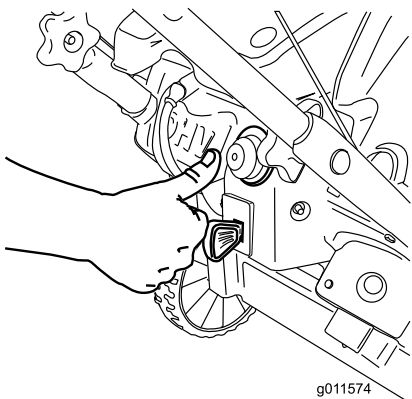

Рисунок 17
3. Резко нажмите 2 раза кнопку заливного насоса большим пальцем, каждый раз на секунду удерживая ее в нажатом состоянии перед отпусанием (Рисунок 17).